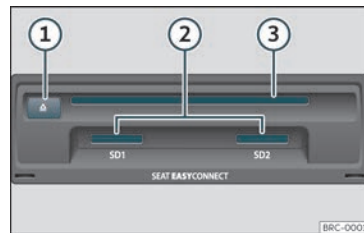

Fig. 157 Ranures per a suports de dades a la guantera.
● Inserir un CD o DVD a la ranura »» **fig. 157**
Inserir la targeta de memòria compatible amb la cantonada retallada primer i amb els contactes cap avall, a la ranura >>> **fig. 157** ②, fins que encasti.